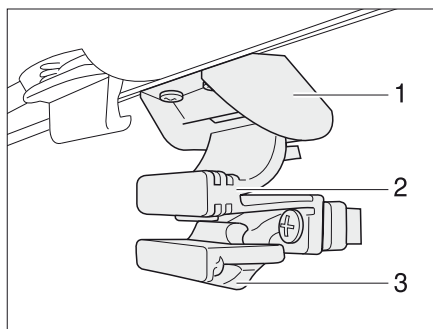

Bild 53 Fönster i ingångsdörren
**Öppna fönstret:** ■ Tryck säkringen (Bild 53,3) bakåt.
■ Tryck ihop handtaget (Bild 53,2) och skjut fönstret neråt.
**Stänga fönstret:** ■ Skjut fönstret uppåt tills handtaget (Bild 53,2) snäpper fast i låset (Bild 53,1).